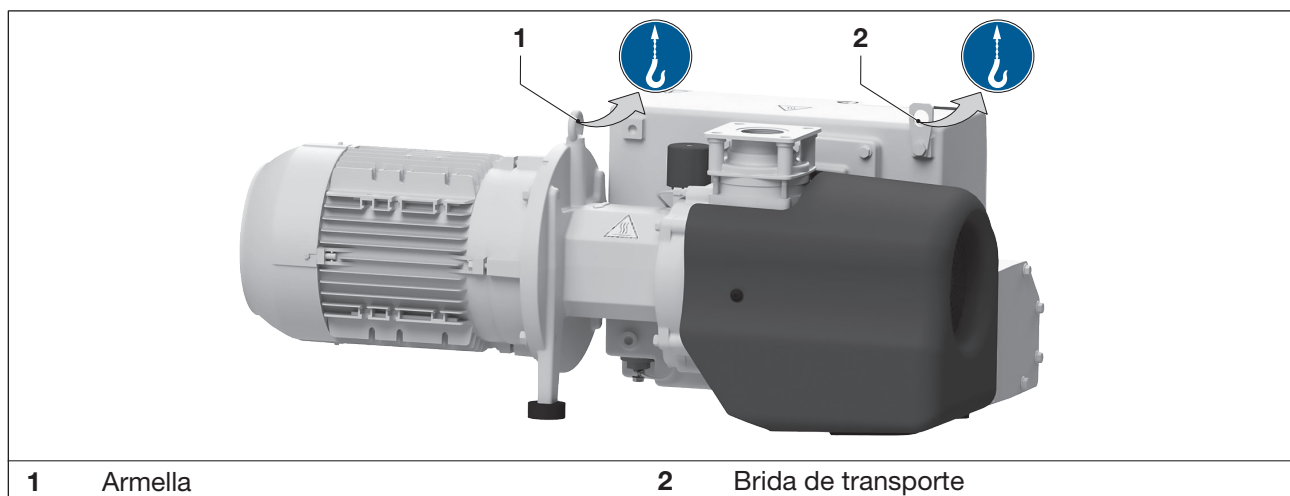

Fig. 1 Dispositivos para la elevación y el transporte
- f) Apretar bien la armella (Fig. 1/1).
- g) Para elevar la máquina, engancharla de la armella y de la brida de transporte (Fig. 1/2) mediante el equipo de elevación.